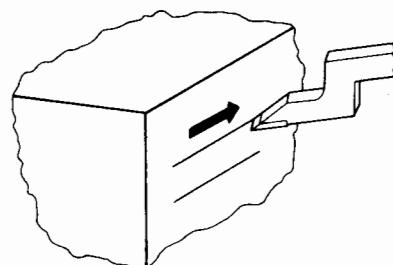

Fig. 6
- ケガキの際はスクリーブの同一先端部分を使用して同一方向に行い、反対方向に戻さないようにします(Fig. 6)。
- When scribing lines, always scribe in one direction without retracing in reverse direction and using the same portion of the scriber tip (Fig. 6).